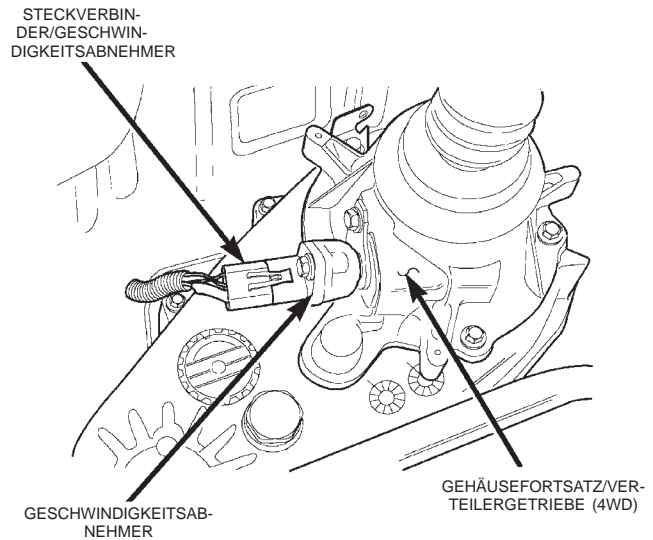

Abb. 8 Geschwindigkeitsabnehmer
11. Das Schaltgestänge des Verteilergetriebes lösen, den Steckverbinder vom Geschwindigkeitsabnehmer abziehen und den Entlüftungsschlauch abziehen (Abb. 8).
6. Die oberen Befestigungsschrauben (2) ansetzen und festziehen, mit denen die Kupplungsglocke am Motor befestigt wird. Die Befestigungsschrauben mit einem Anzugsmoment von 36,6 N·m festziehen.
7. Die mittleren Befestigungsschrauben (2) ansetzen und festziehen, mit denen die Kupplungsglocke am Motor befestigt wird. Die Befestigungsschrauben mit einem Anzugsmoment von 58,3 N·m festziehen.
12. Das Schaltgestänge des Verteilergetriebes befestigen, den Steckverbinder am Geschwindigkeitsabnehmer anschließen und den Entlüftungsschlauch anschließen (Abb. 8).